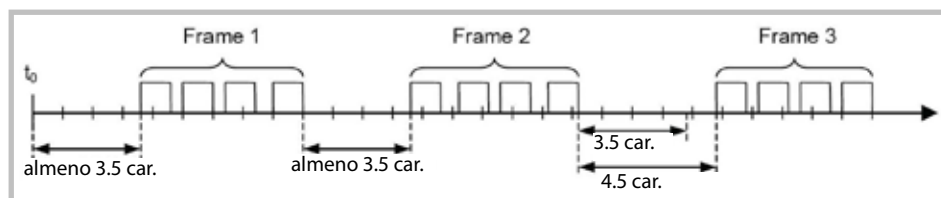

Fig. 4
- T1-T2-T3-T4 è il frame di start o stop. Il protocollo MODBUS imposta che ogni due frame deve avere un ritardo di 3.5 caratteri come indicato in fig. 4